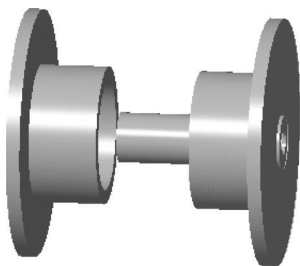

图 11-71 打开模型文件
STEP 01 单击快速访问工具栏中的“打开”按钮,打开模型文件,如图11-71所示。